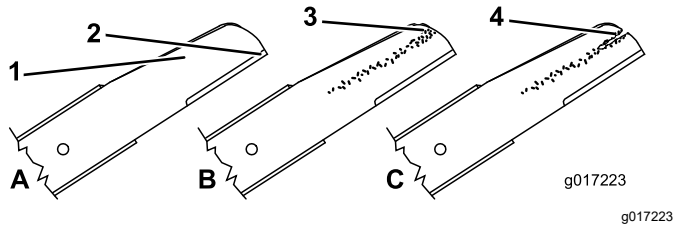

Figura 34
1. Inspeccione as extremidades de corte (Figura 34). Se as extremidades não estiverem afiadas ou estiverem amolgadas, retire e afie as lâminas.
2. Inspeccione as lâminas, especialmente a área curva ((Figura 34)). Se verificar qualquer dano, desgaste ou a formação de ranhuras nesta área, substitua imediatamente por lâminas novas.